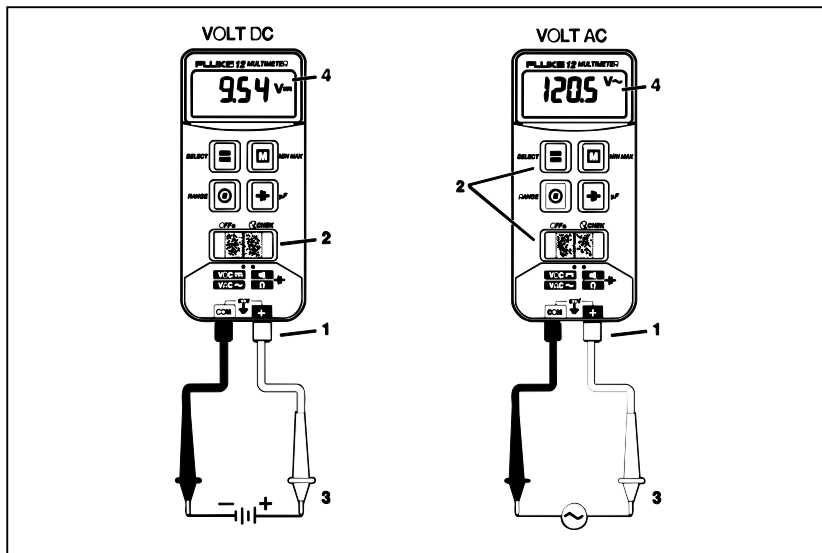

Abbildung 3. Spannungsmessung
2. Stellen Sie zur Wahl der Spannungsfunktion den Schiebeschalter auf die mittlere Position. Siehe Abbildung 3.